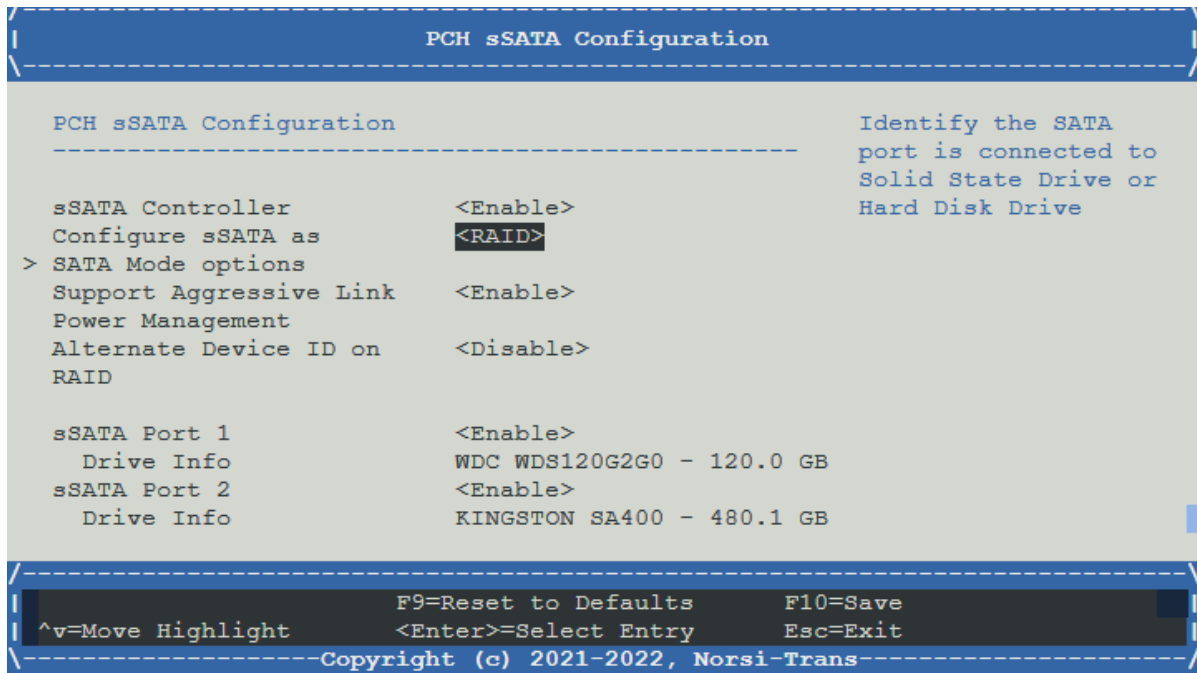

Рис. 59. Меню PCH sSATA Configuration
- 2) Перейдите во вкладку «PCH sATA Configuration» и установите «sATA Controller» в состояние <Enable>. Окно показано на рис. 59 Меню PCH sATA Configuration.